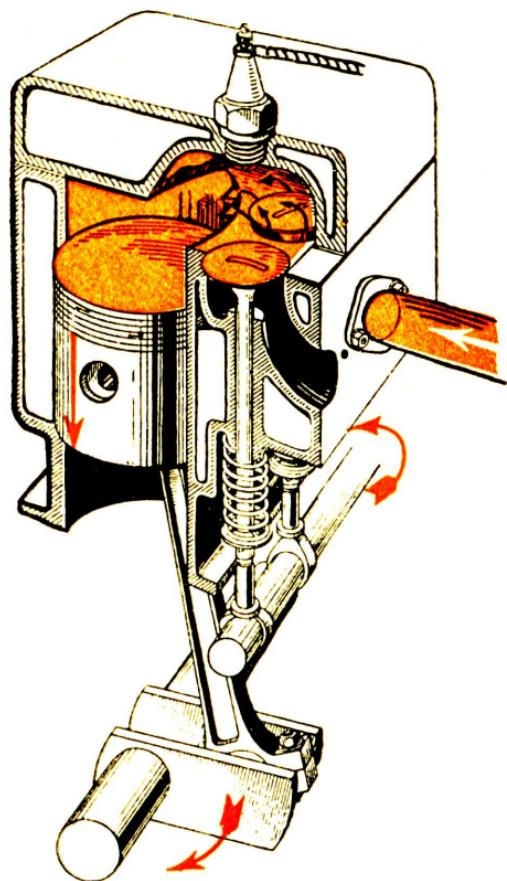

Рис. 3. Всасний сув.
Складові частини, конструкція і спосіб праці чотирисувного рушія Отта зображені на рис. 3 до 8.
го чи корбового, що може обертатися в **ложах** прикріплених до блоку циліндрів. Таким чином, хитун переносить посувний рух толока на колінчастий вал або навпаки. Ложа мають **панівки** вилляні білим металем (композицією) для охорони чопів. Коли коліно валу займе горішне пряме (вертикальне) положення, то толок знайдеться в горішньому скрайньому положенню, яке зветься **горішнім мертвим положенням**. По обороті коліна о 180° в низ, толок займе долішнє **мертве положення**. Рух толока з горішнього мертвого положення в долішнє або навпаки — звemo одним **сувом** або **тактом**. Рушій **чотиросувний** або **чотиротактний** виконує один перебіг праці, що стало повторяться, в чотирох сувах чи тактах. Паливо в формі розпорошеної в повітря бензини входить до циліндра **всисним отвором**, який відчиняє і зачиняє **всисний хлипак** (рис. 3). Запалює суміш повітря з бензиною електрична іскра, що повстає в **запаловій свічці**. Свічка є вкручена в голові мотору і входить до так званого компресійного простору між толоком і головою мотору Гази спалення виходять **вихлипним отвором** (гляди рис. 7), що відчиняється і зачиняється **вихлипним хлипаком**. Кожний циліндер (валець) має 2 хлипаки: всисний і вихлипний, що рухаються від **кулачкового валка**. Кулачковий валок одержує потік від колінчастого валу через пару зубчастих коліс (гл. рис. 8). Циліндер і голова мають подвійні стінки, поміж якими пропливає вода, що холодить мотор, якщо він не ходиться повітрям.
1. **Сув всисний.** Толок знаходитьться в горішньому мертвому положенню, всисний хлипак саме відкрився. Обертаємо колінчастий вал (напр. при помочі корби) вправо. Толок рухається вниз і засисає через всисний провід і хлипак суміш (рис. 3). Толок осягає долішнє мертвое положення і всисний хлипак зачиняється.
- Зламана пружина, що притискає хлипак до його гнізда (гл. рис. 3 до 8).